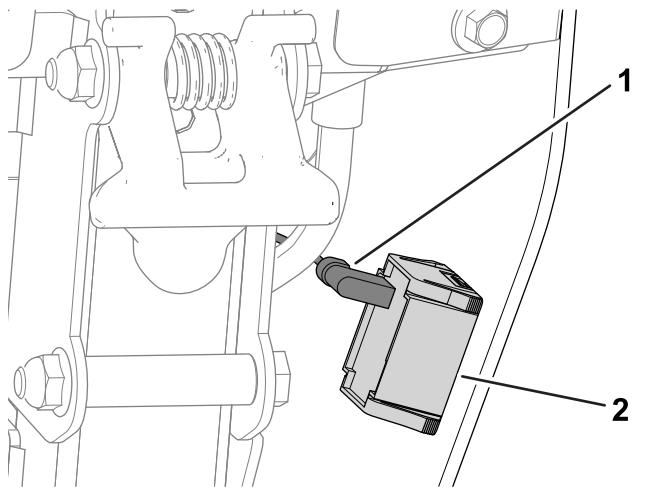

Figure 40
A. Débranchez le connecteur du faisceau du compteur horaire (Figure 40).